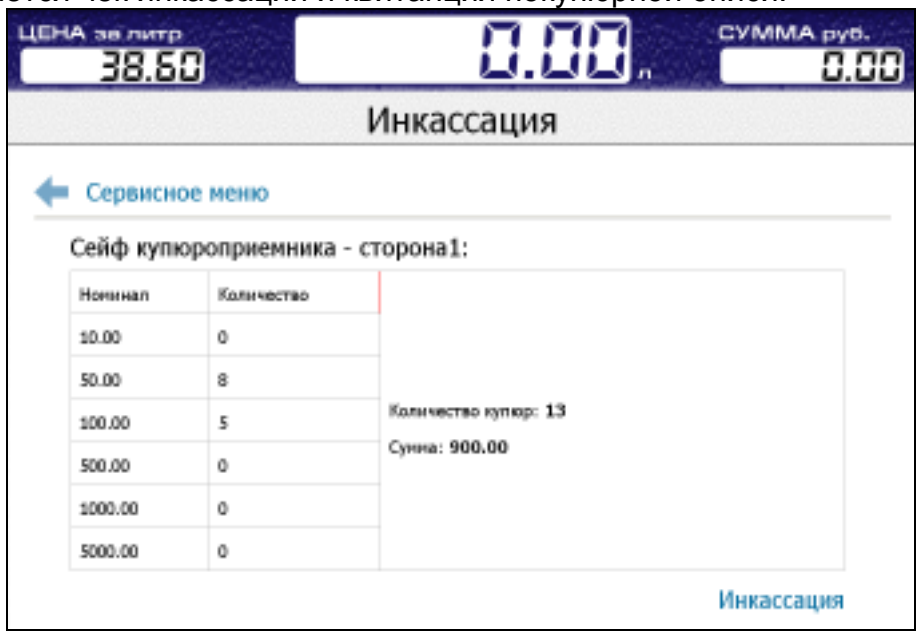

Рисунок 19
9.2.3 **Инкассация** – проводится при извлечении денежных банкнот из накопителя купюроприемника. На экране отображается сумма банкнот в накопителе, их количество и покупюрная опись (рисунок 19). После нажатия на кнопку "Инкассация" эти значения обнуляются, печатается чек инкассации и квитанция покупюрной описи.